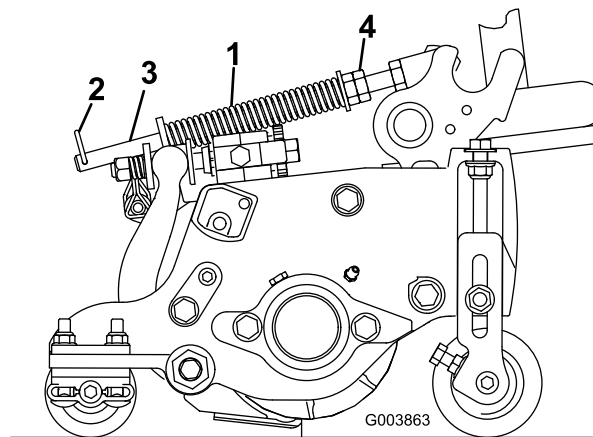

Figure 13
- Vérifiez que la goupille fendue est insérée dans le trou de la tige de ressort (Figure 13).
- Serrez les écrous hexagonaux à l'extrémité avant de la tige de ressort jusqu'à ce que la longueur du ressort comprimé soit égale à 12,7 cm (Figure 13).